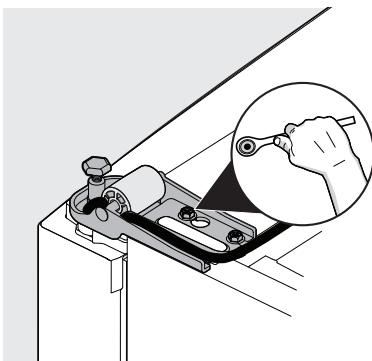

Figura 4
- Quite la bisagra inferior usando una llave de 5/16" (8mm) (vea la figura 4).